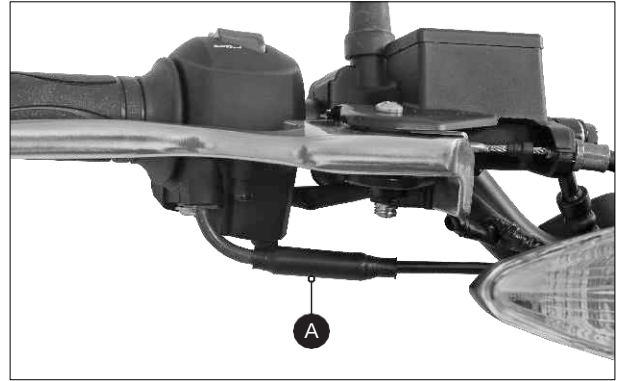

Fig. 2.37
- Para revisar el juego libre del acelerador primero retire la funda del ajustador (A) de su posición. (Fig. 2.37)